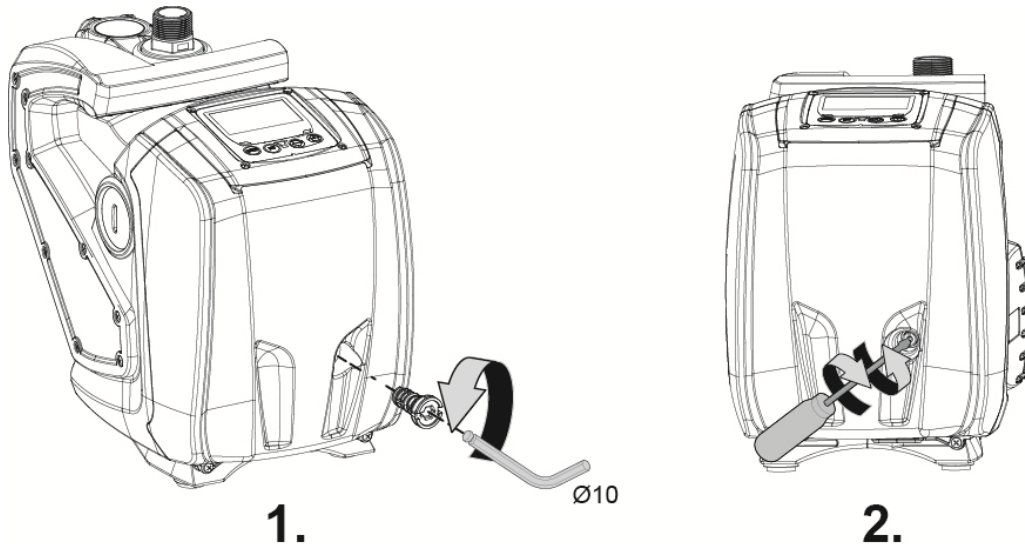

Abbildung 9
1. Mithilfe eines 10 mm Inbusschlüssels den Zugangsdeckel der Motor-welle abnehmen (Abb.9);
2. einen Schraubendreher an der Kerbe der Motorwelle ansetzen und in die beiden Drehrichtungen bewegen (Abb. 9);